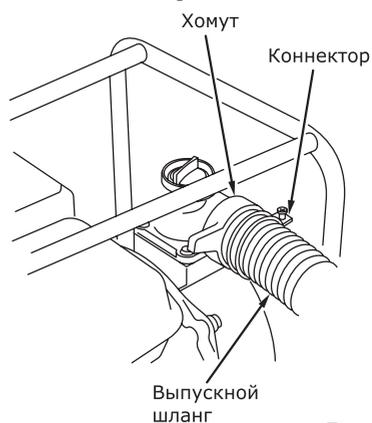

Рис. 8
- подсоедините заборный шланг к патрубку при помощи зажимного кольца и хомута (рис. 8).